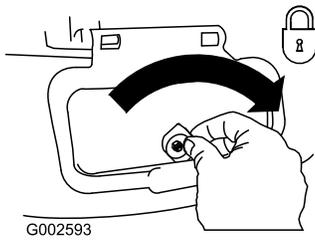

Figura 30
**Importante:** Bloquee la puerta de descarga lateral después de cerrarla (Figura 30).